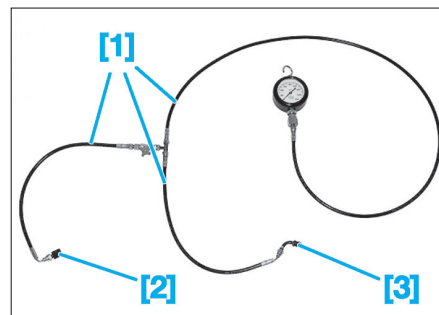

Fig. 33
- Préparer l'ensemble de contrôle [1], [2], [3] (Fig.33).